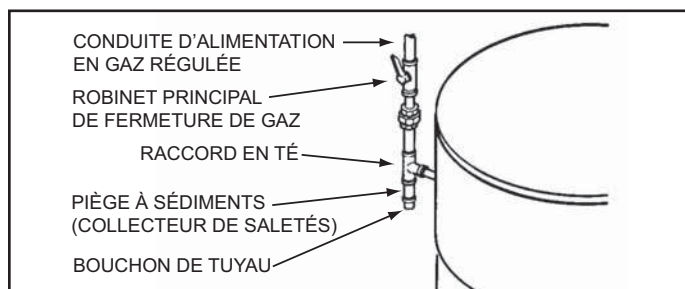

Figure 54
S'assurer que tout le tuyau de gaz est propre à l'intérieur avant l'installation. Pour piéger toute saleté ou tout corps étranger dans la conduite d'alimentation en gaz, un collecteur d'impuretés doit être installé comme l'indique la Figure 54. Le collecteur d'impuretés doit être facilement accessible et ne pas être soumis aux conditions de gel. Installer conformément aux recommandations de compagnie du gaz locale.
7. Installer un collecteur d'impuretés comme l'indique la Figure 54 à la page 39.
8. Installer un robinet d'arrêt de gaz principal dans la conduite d'alimentation de gaz comme l'indique la Figure 54 à la page 39.
1. Pour les pressions d'essais supérieures à 3,45 kPa (1/2 lb/po²), déconnecter le chauffe-eau et son robinet d'arrêt de gaz principal du système de tuyauterie d'alimentation en gaz pendant les tests, voir la Figure 54 à la page 39. La conduite d'alimentation en gaz doit être bouchée lorsqu'elle est déconnectée du chauffe-eau.